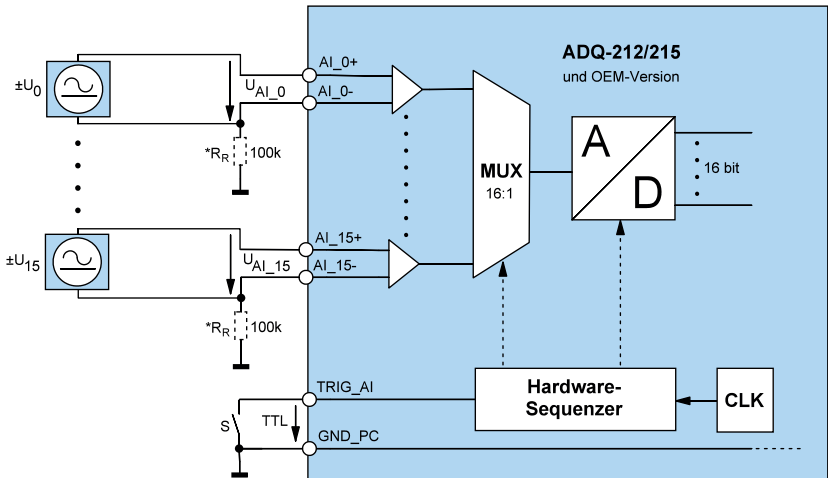

Abb. 5: Differentielle Eingänge
***TIPP:** Wir empfehlen, jeden differentiellen Eingang über einen Bezugswiderstand R_R (100kΩ empfohlen) wie in Abb. 5 gezeigt, mit PC-Masse zu verbinden.